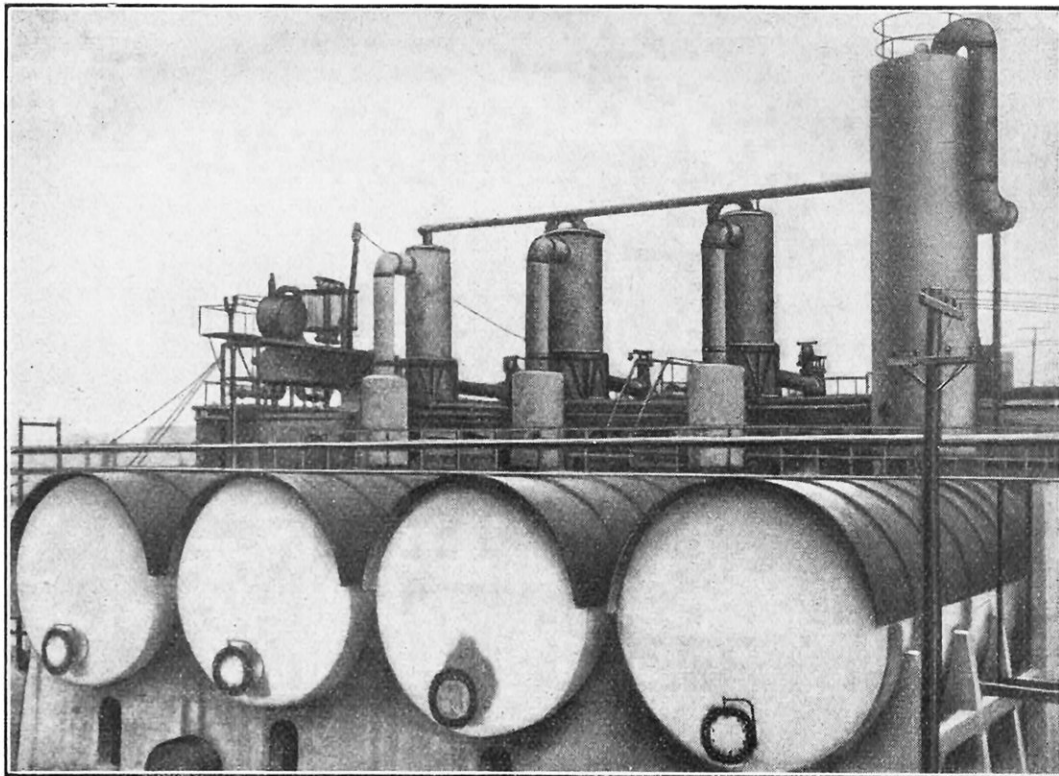

FIG. 3. — UN GROUPE IMPOSANT D'APPAREILS DISTILLATOIRES
*Les rampes et robinets sont les organes désignés par G sur la figure de la page 100 ; remarquer à droite les viseurs à lunette vitrée permettant la surveillance de l'opération. Chaque groupe d'appareils correspond à une chaudière comme celle de la figure 3.*